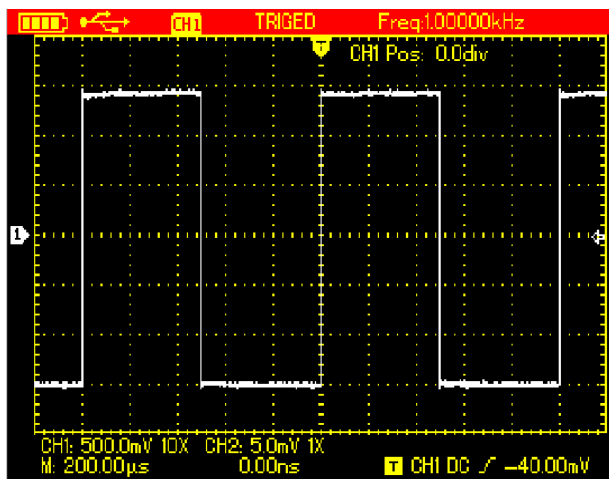

图4-5 本机方波信号
3. 把探头连接到补偿信号发生器输出上，按 **AUTO** 按键，几秒钟内，可见到方波显示(1kHz，约3Vpp，峰峰值)，见图4-5。